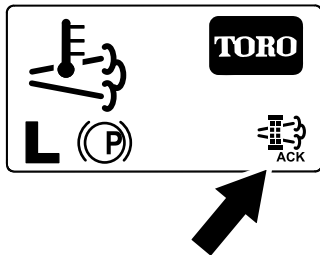

Figura 84
8. El InfoCenter muestra la pantalla de inicio y aparece el icono de Regeneración aceptada (Figura 84) en la esquina inferior derecha de la pantalla mientras se realiza la regeneración.